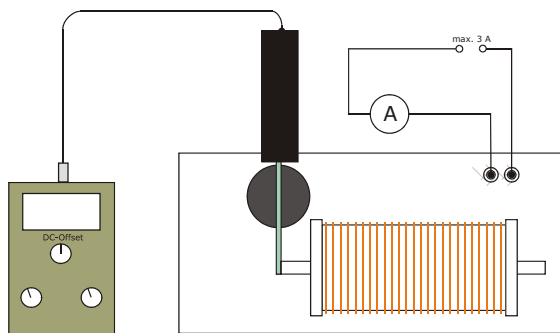

Fig.1 Aufnahme der Hysteresekurve
- Netzgerät, Spule und Amperemeter in Reihe schalten (siehe Fig. 1).